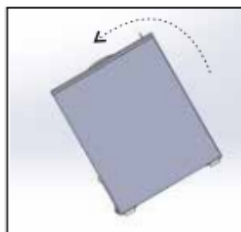

Fig. 3
- En réalisant les mêmes opérations, en déplaçant le refroidisseur à la position sur la figure 3, assemblez les deux roues dans la boîte de roue comme ont démontré sur la figure 5.